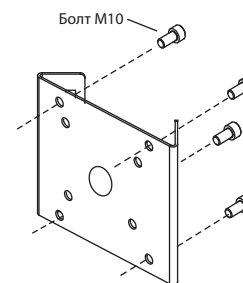

РИС. 4
- В-1. Перед установкой кронштейна для монтажа на мачте, закрепить нужный держатель на мачте четырьмя болтами M10. (РИС. 4)